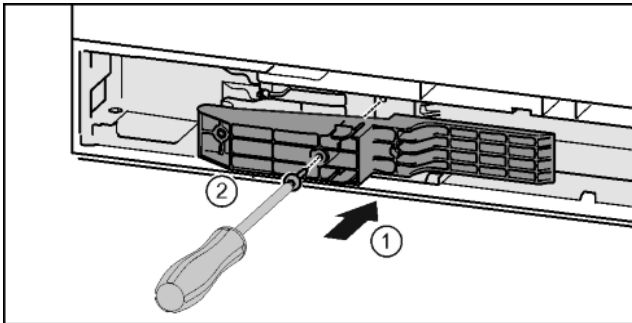

Fig. 44*
- ▶ Adapterstück auf der Griffseite in die Aussparung einsetzen.* Fig. 44 (1)
- ▶ Schrauben mit Schraubendreher T15 festschrauben.* Fig. 44 (2)